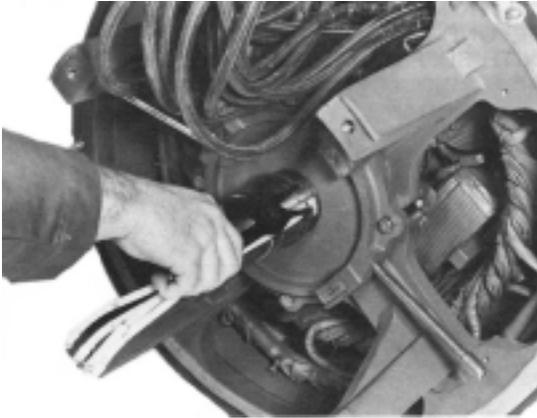

Figure 6-20
5. Sur les alternateurs à carcasse 430 un deuxième clips est utilisé à l'intérieur du rotor du PMG (Les alternateurs plus gros ont une gorge sur l'axe) Ce clips doit être enlevé pour pouvoir démonter le rotor principal de l'alternateur. (Figure 6-20)